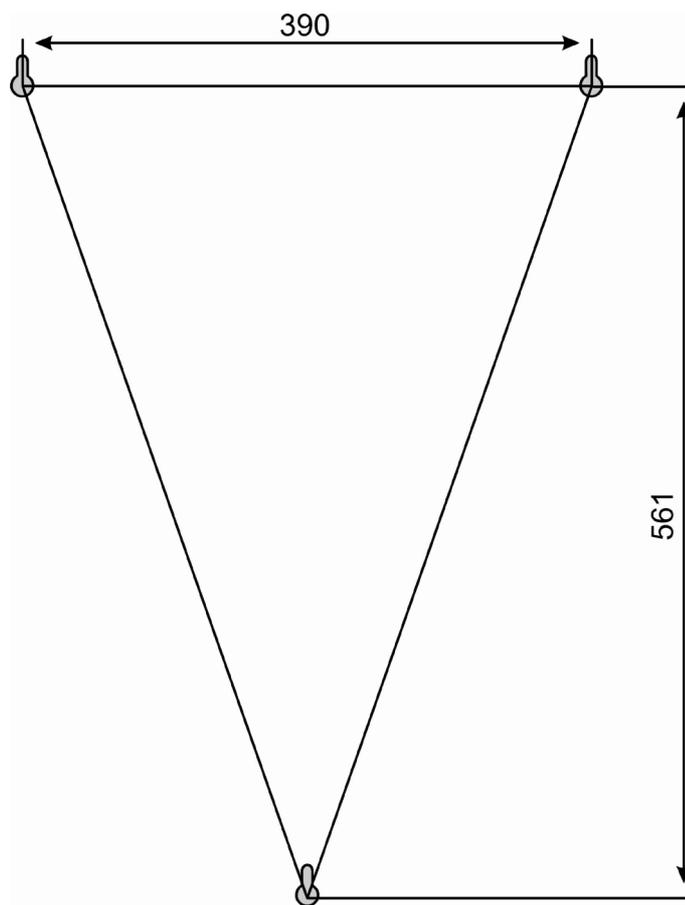

Рисунок 2
8.1 В соответствии с рис. 2 разметьте расположение отверстий крепления ОУИРО. Подготовьте отверстия  $\varnothing$  10 мм для установки дюбелей (входят в комплект поставки). Установите дюбеля и закрутите болты крепления таким образом, чтобы была возможность закрепить на них ОУИРО без риска падения. После установки ОУИРО дотяните болты крепления для надежной фиксации.